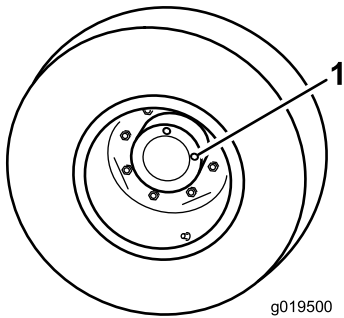

Figure 81
1. Amenez la machine sur une surface plane et horizontale, tournez la roue de sorte à placer un bouchon de contrôle à la position 12 heures et l'autre à la position 3 heures (Figure 81).
1. Bouchon de contrôle/vidange (2)
2. Retirez le bouchon qui est à la position 3 heures (Figure 81).